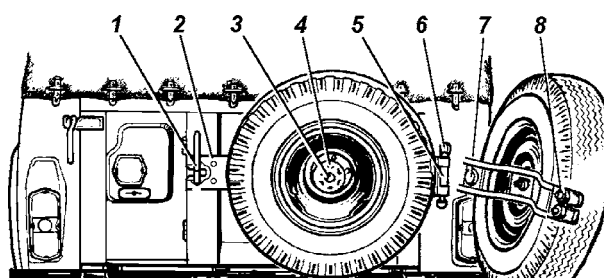

Рис. 11.3. Крепление запасного колеса:
-на автомобилях с откидным бортом показано на рис. 11.3.